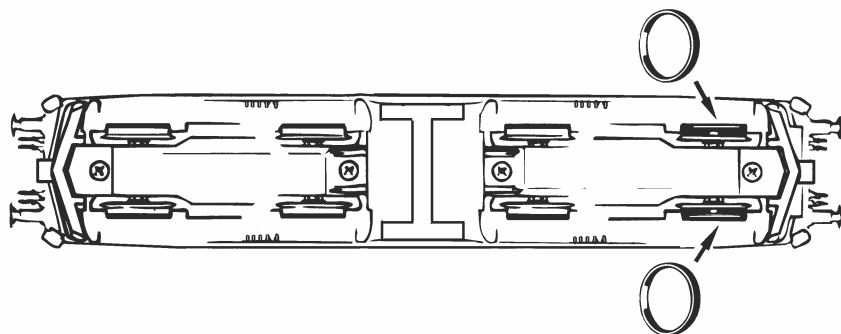

Fig. 8
2. Schmierung: Versehen Sie die im Schmierplan in Fig. 8 gekennzeichneten Stellen mit nur **kleinen Öltropfen**. Dazu zuerst das Lokgehäuse abnehmen (Fig. 3). Wir empfehlen den ROCO **Öler Art.-Nr. 10906**. Fürs Schmieren der Getriebeteile (Zahnräder, Schnecke) empfehlen wir das ROCO-**Spezialfett Art.-Nr. 10905**. Im Falle der Schmierung diese Teile **nicht ölen**.
2. Graissage: N'appliquez **qu'une tout petite goutte** aux endroits indiqués par le plan de graissage (fig. 8) après avoir démonté la caisse de la locomotive (fig. 3). Nous vous recommandons **le graisseur à huile Roco réf. 10906**. Pour graisser les engrenages (roues dentées, vis sans fin) nous vous conseillons la **graisse spéciale Roco réf. 10905** pour engrenages en matières synthétiques. Lorsque vous utilisez cette graisse il faut éviter d'huiler ces composants.
2. Lubrication: Apply **tiny oil drops** to spots marked in fig. 8. Prior to lubrication dismantle locomotive (fig. 3). We recommend using item no. **10906, Roco oiler**. For lubrication the gear-parts (e.g. cog-wheels, worm) we would recommend our Roco **special grease** (item no. **10905**).